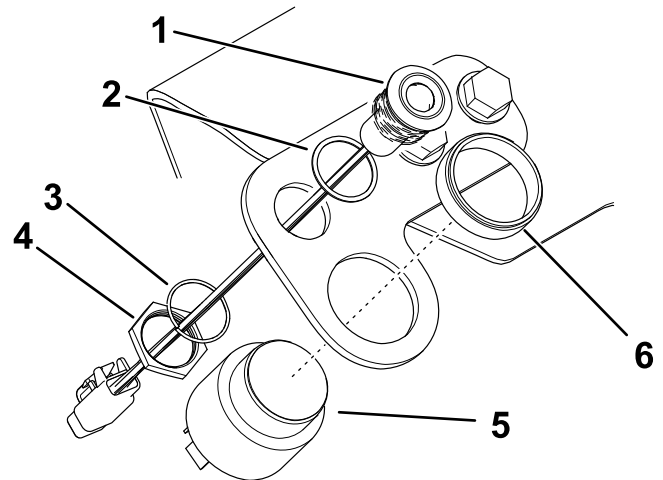

Figure 11
3. Retirez l'écrou en plastique de l'alarme et utilisez-le pour installer l'alarme sur le support (Figure 11).
4. Retirez l'écrou, la rondelle-frein et le joint du voyant DEL, puis utilisez-les pour monter le voyant sur le support (Figure 11).